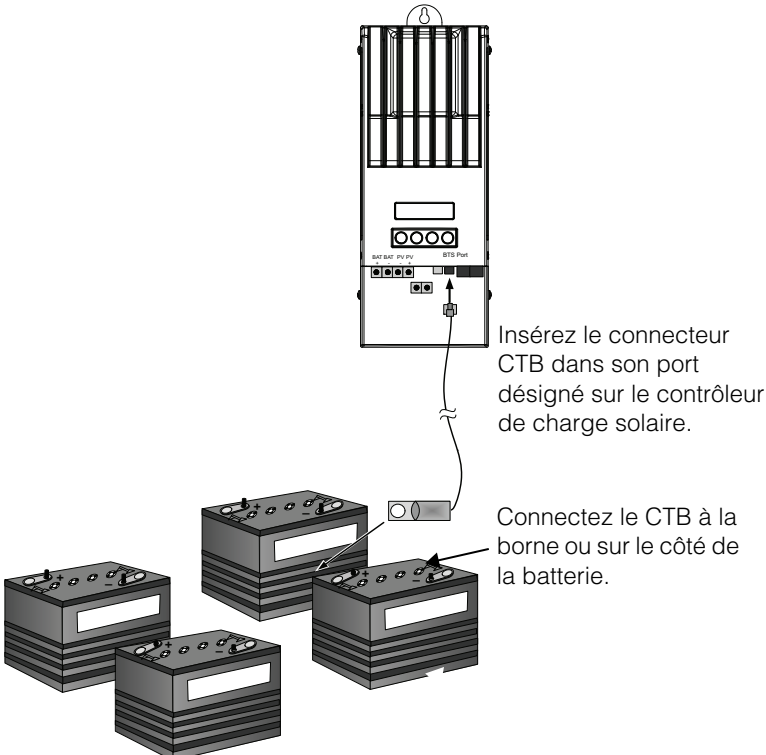

Figure 2-14 Installation du CTB
4. Passez l'extrémité du câble CTB à travers le trou du conduit du contrôleur de charge solaire et connectez le CTB au port désigné. Reportez-vous à la section Figure 2-14.